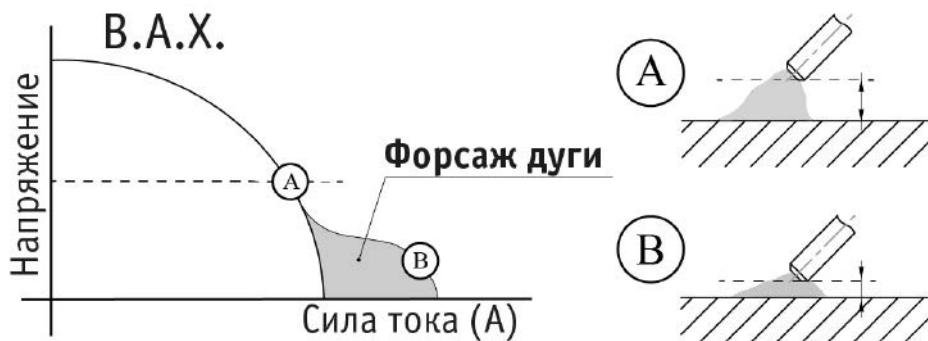

Рис. 6.1.5. Горячий старт.
**Форсаж дуги** – рекомендуется применять при сварке покрытыми электродами на малых токах. В процессе сварки происходит автоматическая регулировка силы сварочного тока, что уменьшает склонность к залипанию покрытого электрода к свариваемой детали (См. рис. 6.1.5).